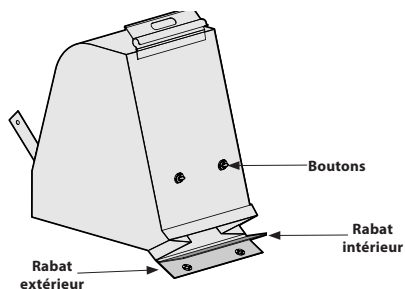

Figure 11
5. Tournez les deux boutons à l'arrière du sac pour ouvrir et vider le sac. Voir Figure 11. Tenez bien la poignée et l'attache du sac lorsque vous videz le contenu du sac.
7. Repliez le rabat extérieur sur le rabat intérieur et insérez les boutons du sac dans les œillets de métal. Voir Figure 11.